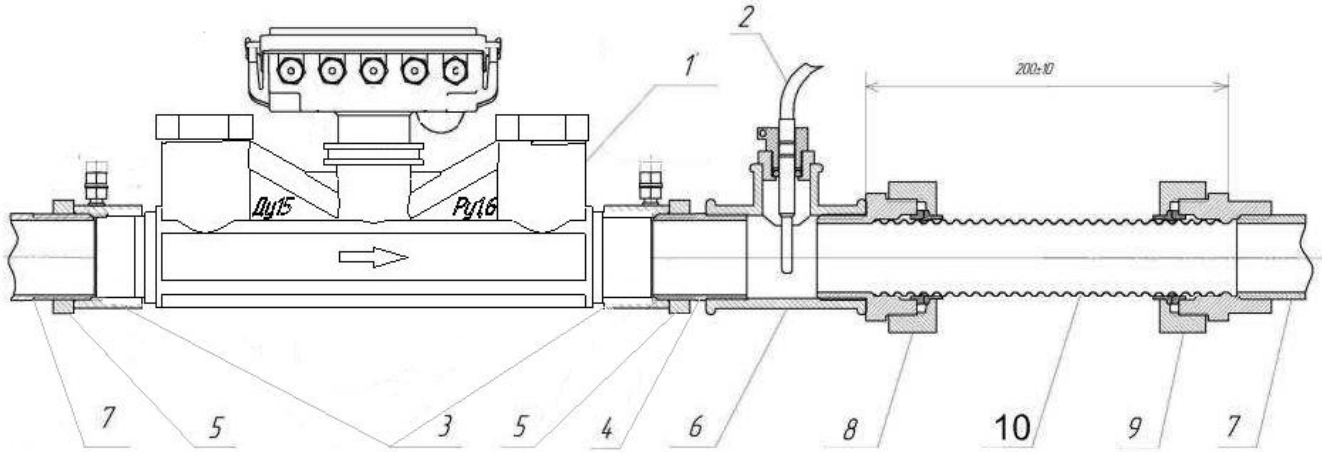

рис. 3.2
- 3.3.4 Преобразователи расхода «УР» Ду10...40 имеют пластмассовый патрубок с резьбовыми присоединительными штуцерами. Для предотвращения возникновения нагрузок, возникающих вследствие теплового расширения трубопроводов, рекомендуется применять гофрированные трубы, например HydroSta Flexy (рис. 3.2).